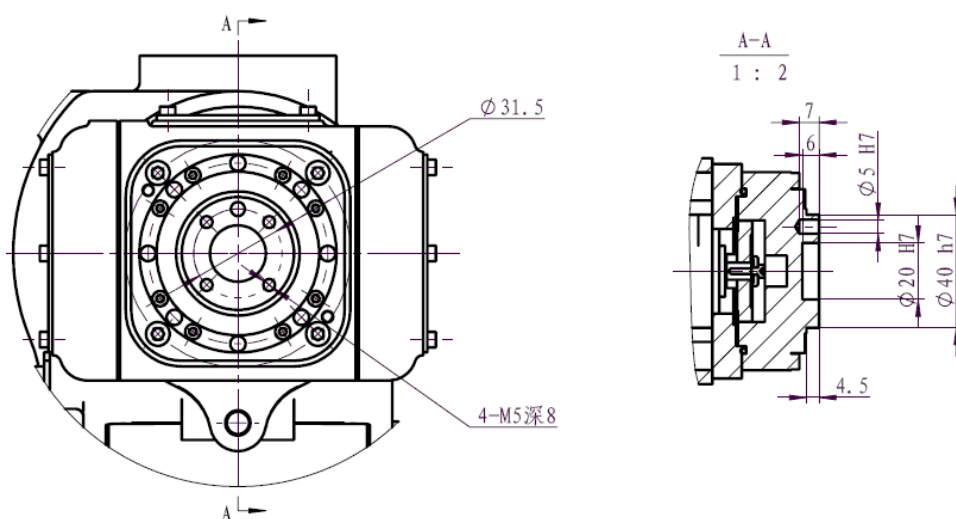
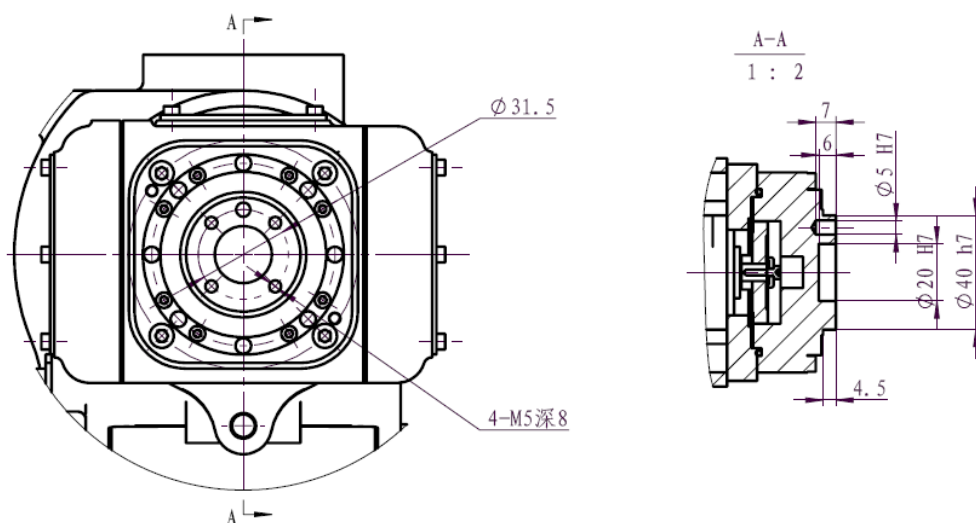

图 3.11 SA1400 工具法兰安装尺寸图
图 3.12 SA1800 工具法兰安装尺寸图
4、SA1400 工具法兰安装尺寸如图 3.11 所示；SA1800 工具法兰安装尺寸如图 3.12 所示。